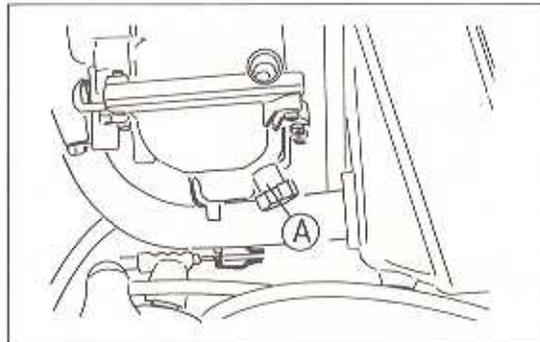

Bild 10
- An der zentralen Stellschraube die Leerlaufdrehzahl auf den Sollwert einstellen (Bild 10).